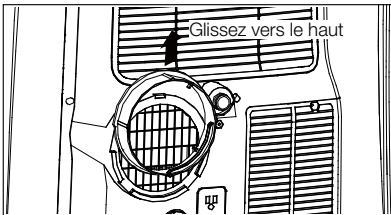

Fig. 4
- Retirez l'adaptateur A de l'appareil en faisant glisser vers le haut (Fig. 4).